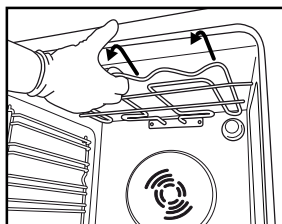
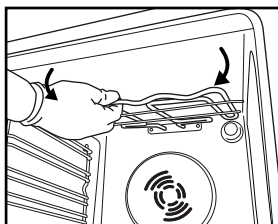

Fig. 4
Fig. 5
2. Слегка вытяните нагревательный элемент (Рис. 4) и опустите его (Рис. 5).